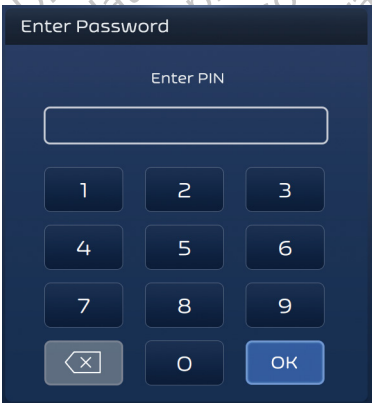

Abbildung 3. Bildschirm für die Erstanmeldung mit Passwort
- 3. Nach Beendigung des POST-Vorgangs wird der Bildschirm für die erstmalige Anmeldung mit einem Passwort angezeigt. Geben Sie das Anmeldekennwort\* über die Tastatur ein und drücken Sie dann die Schaltfläche OK (siehe Abbildung 3).